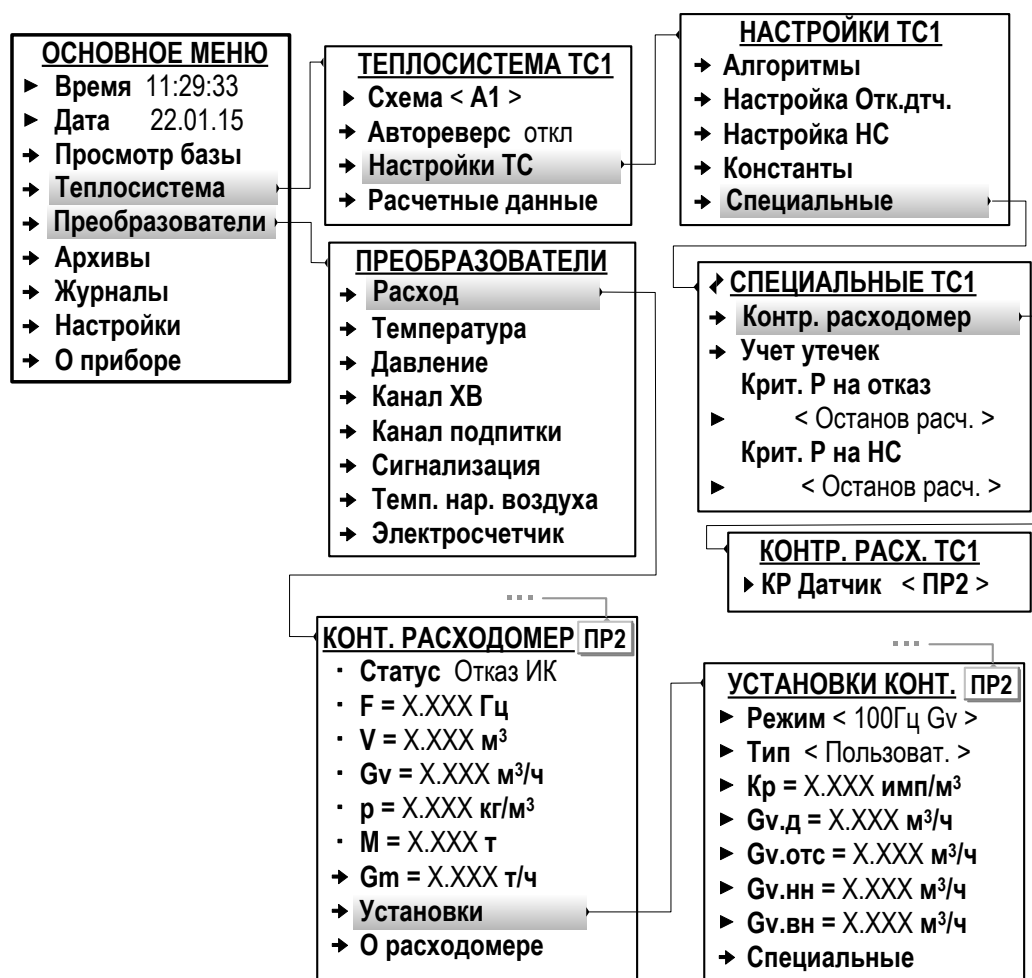

Рис.25. Вид меню настройки контрольного ПР (режим СЕРВИС).
6.5.2.4. Также для соответствующих схем теплоучета (в которых такая возможность предусмотрена) может быть назначен «контрольный» расходомер. Необходимые настройки выполняются в меню **Теплосистема / Настройки ТС / Специальные / Контр. расходомер** (рис.25): для параметра **КР Датчик** из списка выбирается и устанавливается значение **ПР2** (либо **ПР1, ПР3, ПР4**).
После чего в меню **Преобразователи / Расход / Установки** в окне индикации **УСТАНОВКИ КОНТ. ПР2** (либо **ПР1, ПР3, ПР4**) становятся доступными установочные параметры для назначенного «контрольного» преобразователя расхода (рис.25).